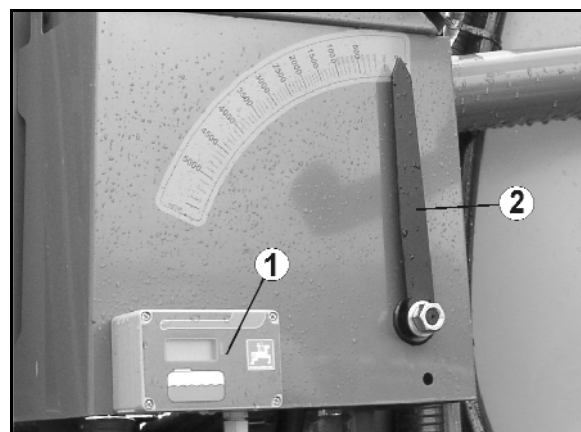

Fig. 55
- elettronicamente (Fig. 55/1)(opzionale)
- meccanicamente (Fig. 55/2).